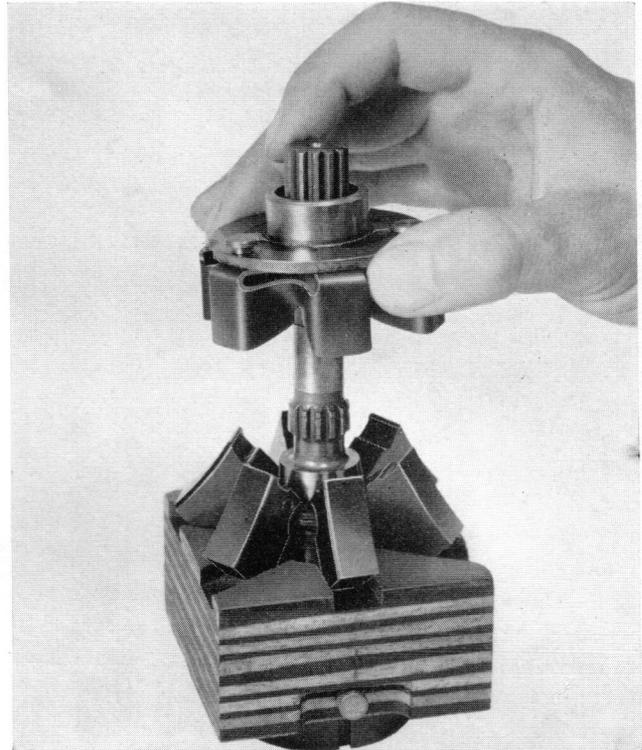
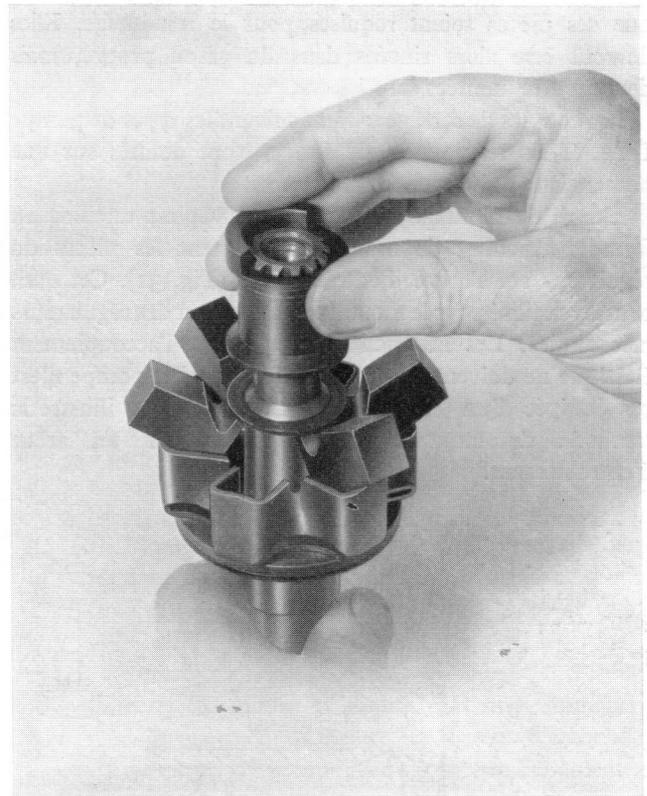

Fig. 31 Montage des masselottes sur un arbre d'entraînement d'une seule pièce
Fig. 32 Montage des masselottes sur un arbre d'entraînement renforcé
L'outil de montage universel 7144/894 est un bloc en forme permettant de monter directement les pièces du régulateur sur l'arbre d'entraînement (Fig. 31). Cet outil peut être utilisé pour le montage de la plupart des régulateurs mécaniques. Les instructions concernant l'accouplement élastique ne doivent pas être considérées si la pompe n'est pas équipée d'un tel accouplement. La Fig. 32 illustre la méthode de montage du régulateur sur un arbre d'entraînement.
3. Placer l'arbre d'entraînement au centre du bloc de l'outil de remontage universel de régulateur 7144/894, en tournant le côté plateau d'entraînement vers le bas (Fig. 31). S'assurer que l'arbre entre facilement.